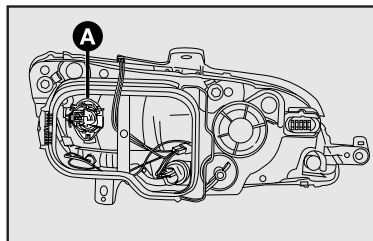

fig. 25
2) soltar el conector **A-fig. 25** de alimentación de la lámpara;